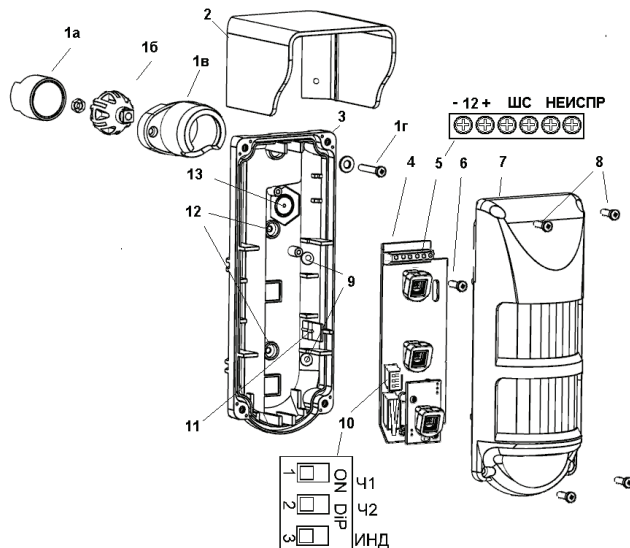

Рис. 1 Конструкция извещателя
8.1 Извещатель (рис. 1) состоит из основания (3), печатной платы (4) и крышки (7). В комплект поставки входят кронштейн (1) и козырек (2) для защиты от осадков. Крышка крепится к основанию четырьмя винтами (8) с использованием герметизирующей прокладки. Печатная плата фиксируется на основании защелкой (11) и винтом (6). Перед установкой извещателя крышку и печатную плату следует отделить от основания.
10.1 После завершения установки и монтажа установить переключатели «Ч1», «Ч2», «ИНД» (10 на рис. 1) в положение «ON», установить на место крышку корпуса и провести пробное включение извещателя.
Выбор чувствительности извещателя выполняется переключателями «Ч1» - «Ч2» в блоке DIP переключателей (10 на рис.1).